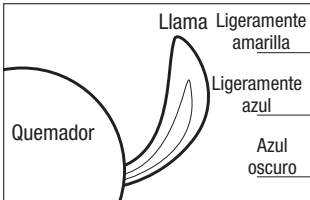

Figura 8
- Después de encender el quemador observe su llama y asegúrese de que todos los orificios estén encendidos y que la altura de la llama corresponda a la del diagrama (vea la Figura 8).